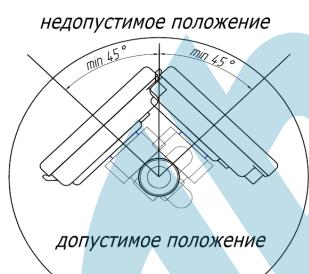

Рисунок 2
- расходомер $D_u 15-40$ должен быть расположен относительно трубы под углом от 45° до 315° во избежание скопления воздуха в соответствии с рис.2;